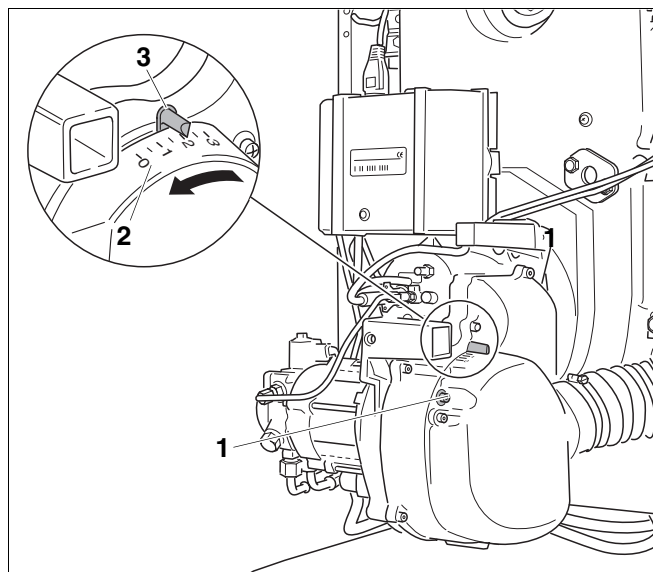

Рис. 25 Регулировка подвода всасываемого воздуха
- Ослабить крепление подвода всасываемого воздуха (ALF) (рис. 25, поз. 1).
Обратите внимание на то, что поворот в сторону меньших значений на шкале приводит к увеличению напора вентилятора. Это соответствует направлению стрелки на рис. 25.